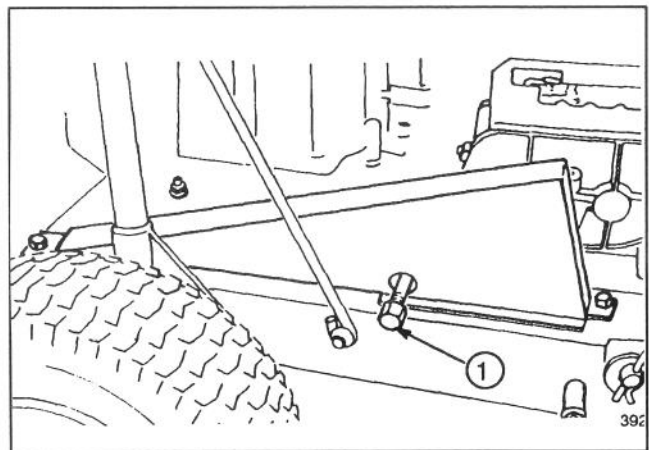

Abbildung 10
5. Die Ablasschraube entfernen (Abb. 10).